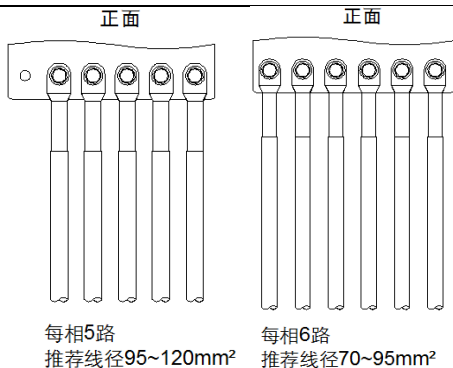

图3-15 CPS ECB175/350/500/630KTL交流接线示意图
(7) 交流输出接线说明：
- d. 首先确认每相接线路数，选择合适的电缆线径，再参考图3-15所示的接法将接线端子固定于铜排上，并用扭矩扳手，以适合的扭力锁紧。